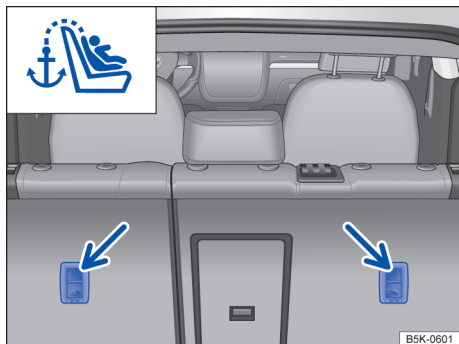

Fig. 55 Olhais de retenção na parte posterior do banco traseiro para fixar o cinto de fixação superior.
- Fixar o cinto de fixação superior no olhal de retenção correspondente marcado como Top Tether no compartimento de bagagens → Fig. 55.